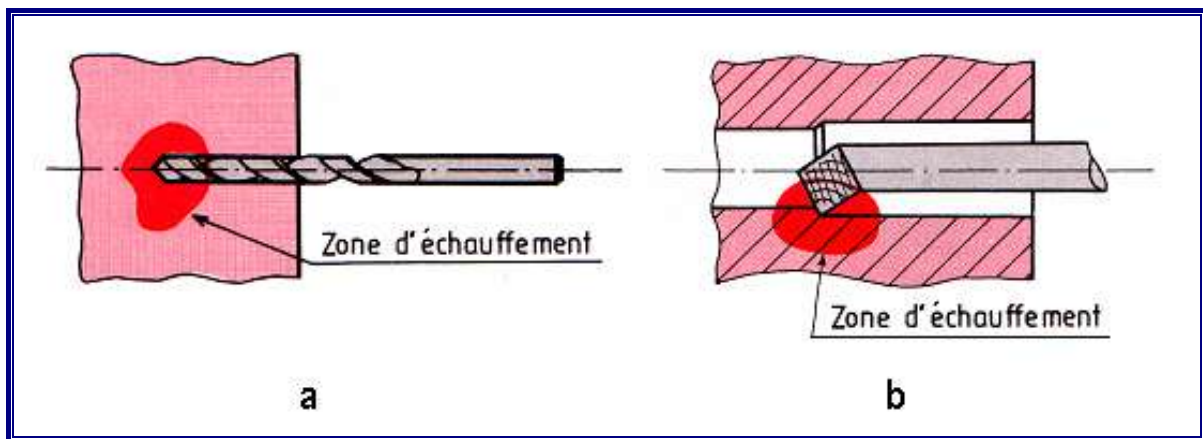

Figure 5
- perçage de trous profonds (fig. 5 a) ;
- alésage d'un petit diamètre à l'outil à aléser (fig. 5 b).